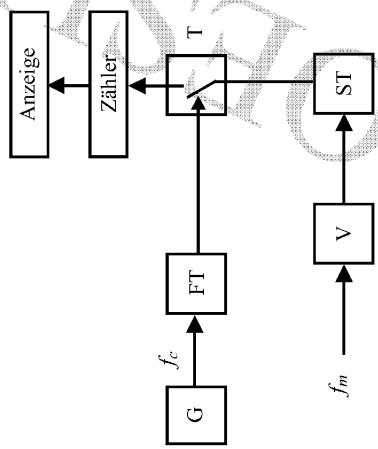

Bild 11: Anordnung zur Bestimmung einer Frequenz
Die Frequenz f_m eines zu messenden Signals soll bestimmt werden. Dazu wird es in eine Anordnung (Abb. 11) eingespeist. Das Signal f_m wird verstärkt (V) und durch einen Schmitt-Trigger (ST) in ein Rechtecksignal umgewandelt. Durch die Torschaltung (T) gelangt es zum Zähler und somit zur Anzeige. Der Zähler summiert die Anzahl der positiven Flanken.
- g)** Um welches der beiden Verfahren handelt es sich bei Anordnung (Abb. 11), Periodendauermessung oder Frequenzzählung? Begründen Sie Ihre Antwort! (2 Punkte)